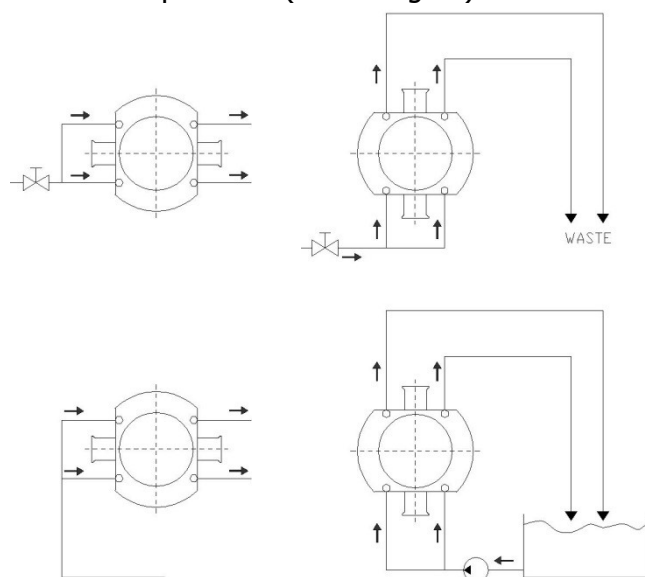

Abbildung 11 - Vorgesprochenes Niederdruck-Spülungssystem
- Die Leitungen sollen dem Diagramm entsprechen. (Abbildung 11).